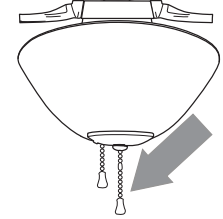

Fig. 2
2. Jale la cadena de encendido de la luz (localizada en medio) para ENCENDER o APAGAR la luz. [Fig. 2]